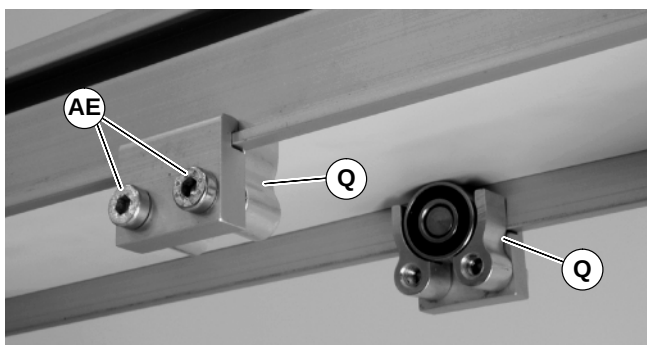

Abbildung 14
3. Die Stützrollenbaugruppen (Q siehe Abbildung 14) wie abgebildet installieren. Die Schrauben (AE) mit 7 Nm festziehen.